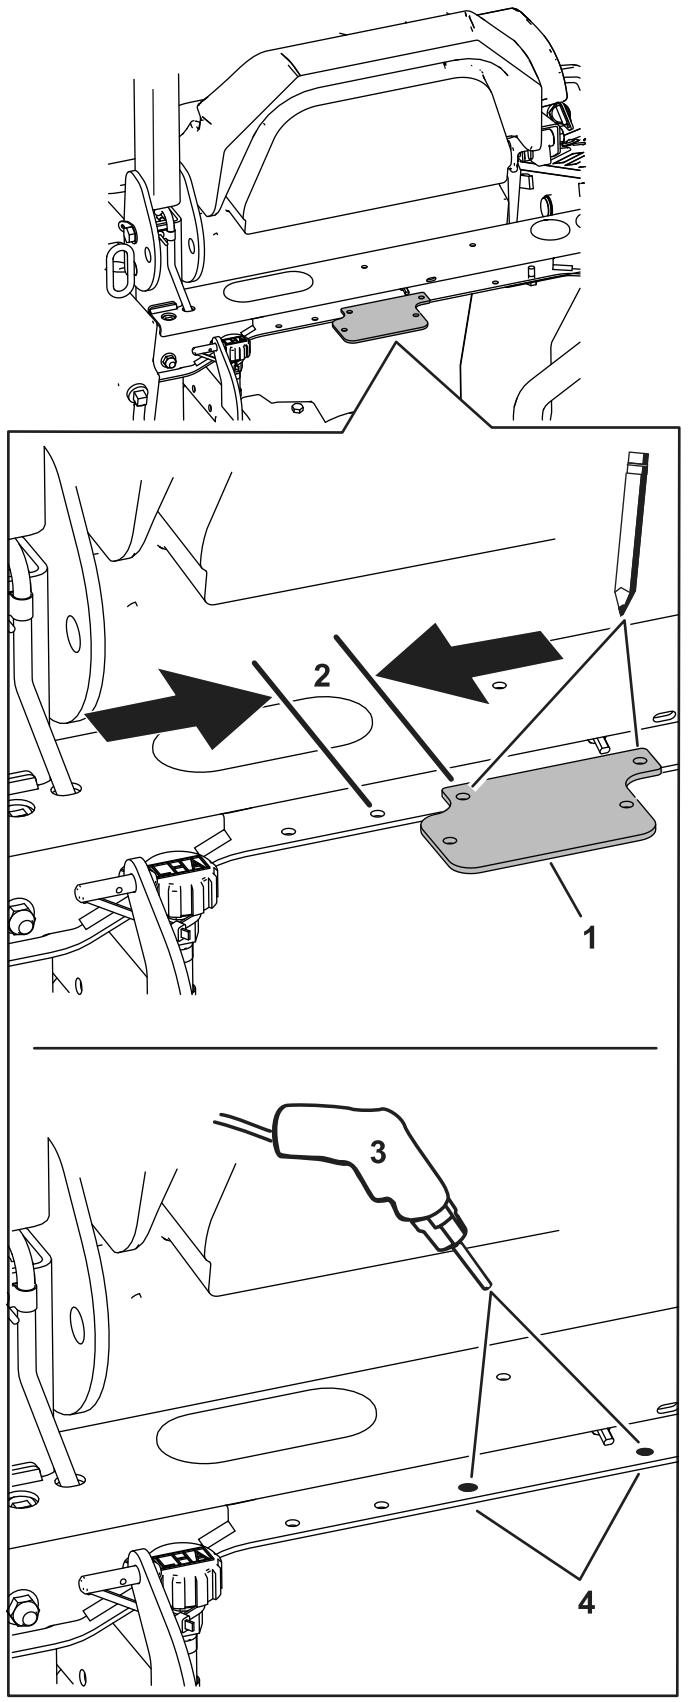

Figure 1
3. Vérifiez si le cadre de la machine comporte déjà des trous, comme montré à la Figure 1. S'il n'y a pas de trous, passez à l'opération 6.
4. En vous servant du support de montage comme gabarit, repérez l'emplacement des trous à percer (Figure 1).
5. Percez des trous de 9/32 pouce dans le cadre de la machine (Figure 1).